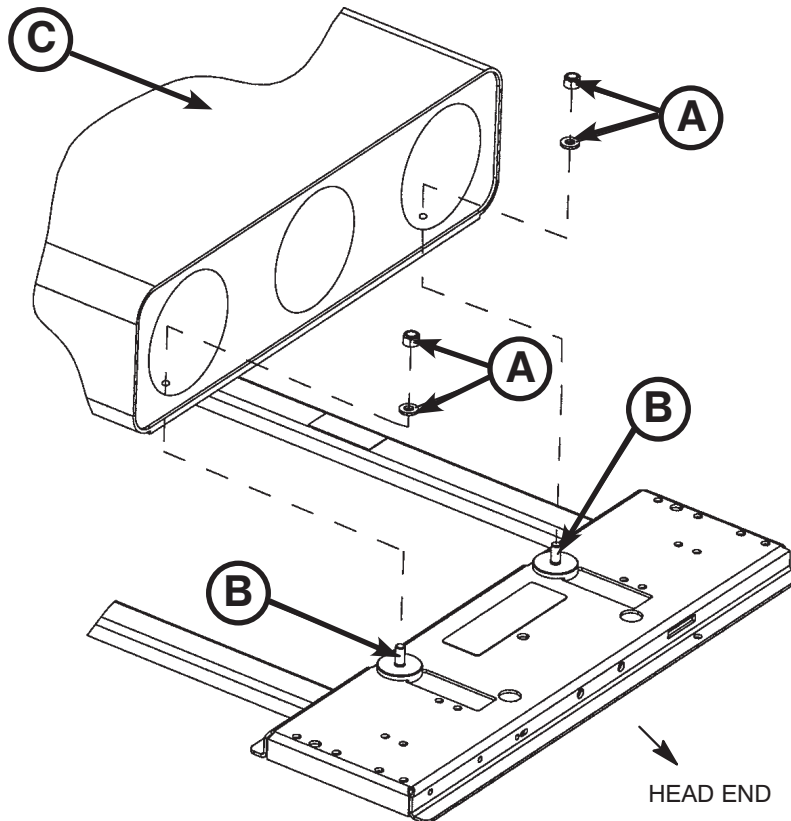

Figure 41 : Airborne™ Stackable
1. À l'aide de la douille et du cliquet 1/2 po, retirer les quatre écrous hexagonaux de 5/16 po et les rondelles (A) des goujons de montage (B) sur l'adaptateur, comme le montre la Figure 41.
2. Localiser les trous de montage au-dessous du support pour bouteille d'oxygène (C).
3. Installer le support pour bouteille d'oxygène sur les goujons de montage (B) de l'adaptateur, les orifices de bouteille dirigés vers la section tête repliable. Vérifier que les quatre goujons de montage sont correctement placés dans les trous de montage du support pour bouteille d'oxygène.
4. À l'aide de la douille et du cliquet 1/2 po, installer les quatre écrous hexagonaux de 5/16 po et les rondelles (A) retirés lors de la première étape et les serrer fermement.